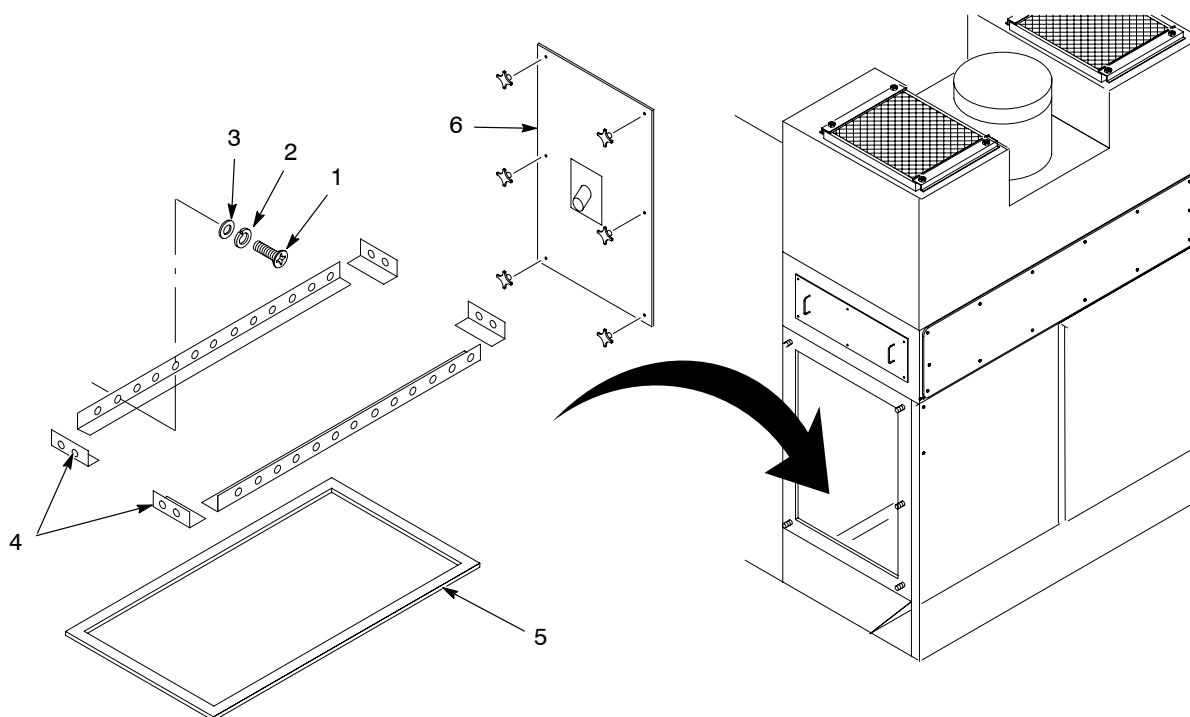

Bild 15 Byte av fluidiseringsplatta för uppsamlingsbehållare
3. Se bild 15. Tag av serviceluckorna för patronfiltret (6) och dammsug resterande pulver.
4. Tag av skruvarna, låsbrickorna och planbrickorna (1, 2, 3) som håller de sex fästvinklarna på plats (4).
5. Tag av fästvinklarna och fluidiseringsplattan (5).